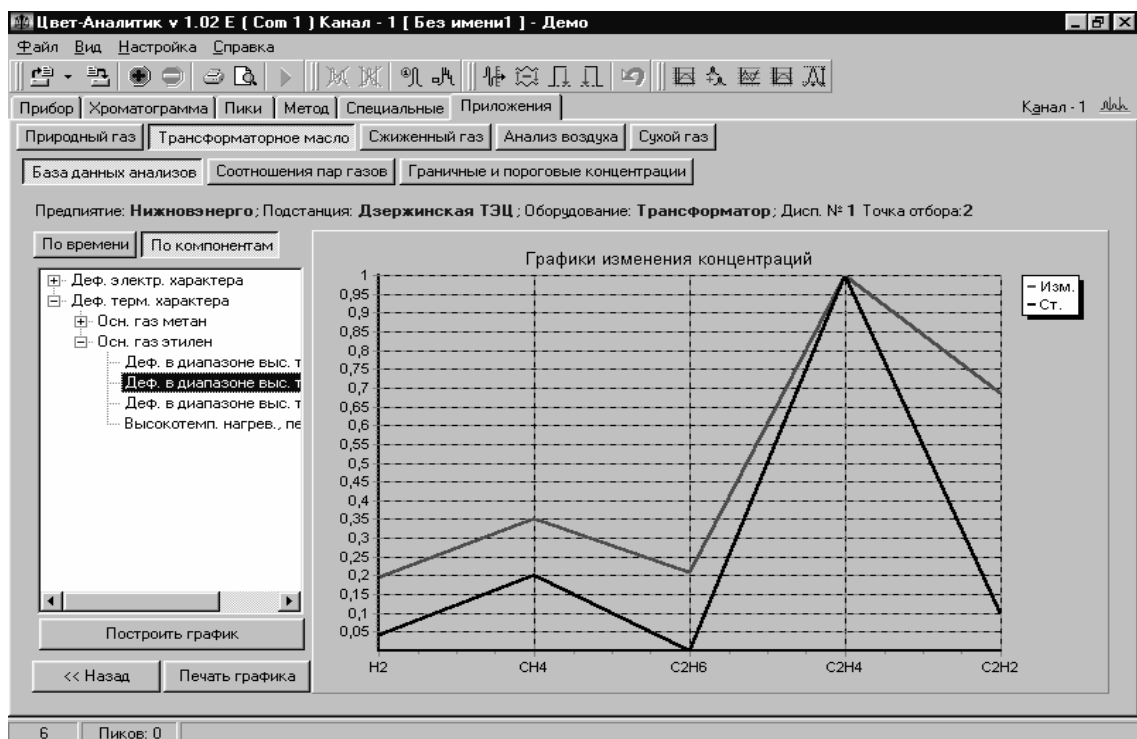

Рис. 10. Определение дефектов графическим способом
- Для определения дефектов графическим способом (Рис. 10) необходимо перейти на закладку По компонентам, нажать кнопку Построить график и затем подобрать в древовидном списке наиболее похожий стандартный график дефектов.